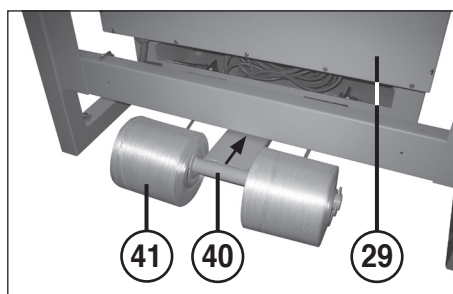

fig. 4
MONTAGE DES BOBINES DE BANDE (fig. 4):
6. Compenser les irrégularités du sol à l'aide des vis de compensation (20) (fig. 4).
- 29 = Coffret de commande (fig. 4)
- 40 = Porte-bobine de bande (fig. 4 et 17)
- 41 = Bobine de bande (fig. 4 et 17)